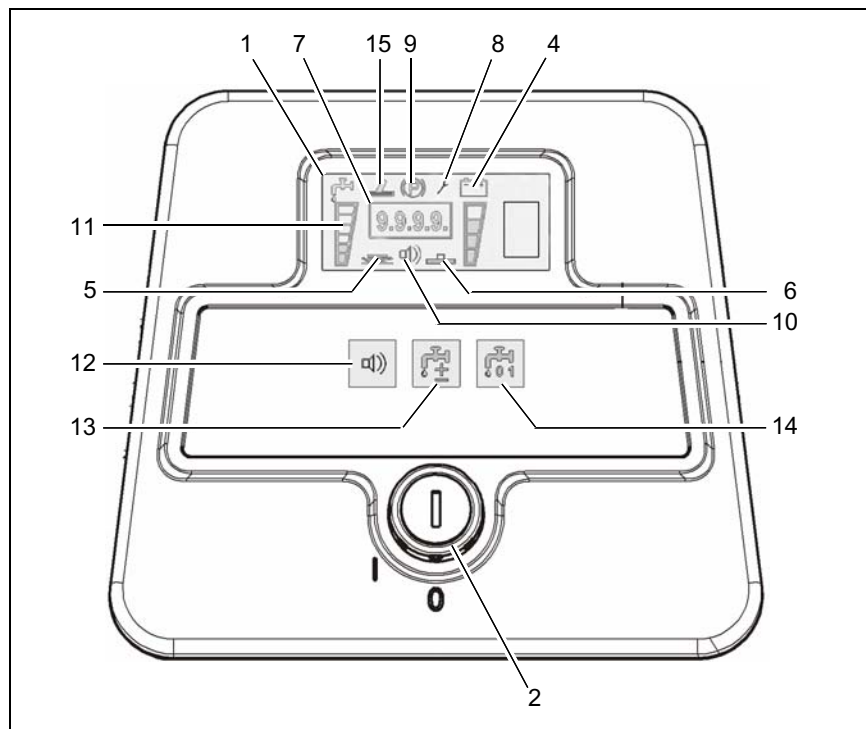

Abb.4
3. Frischwasserzufuhr mit dem Taster (Abb. 4/14) einschalten.
4. Frischwassermenge mit dem Taster (Abb. 4/13) einstellen.
### Anzeigefeld (Abb. 4/1)
### Schlüsselschalter (Abb. 4/2)
### TSG-Anzeige (Abb. 4/4)
### Symbol Bürstenantrieb (Abb. 4/5)
### Symbol Saugturbinenantrieb (Abb. 4/6)
### Betriebsstundenzähler (Abb. 4/7)
### Serviceanzeige (Abb. 4/8)
## Symbol für Feststellbremse (Abb. 4/9)
## Symbol für Silence Kit (Option) (Abb. 4/10)
## Symbol für Frischwasserdosierung (Abb. 4/11)
## Taster für Silence Kit (Option) (Abb. 4/12)
## Taster für Frischwasserdosierung (Abb. 4/13)
## Taster für Frischwasserzufuhr Ein/Aus (Abb. 4/14)
## Symbol für Scheuersaugtool (Option) (Abb. 4/15)